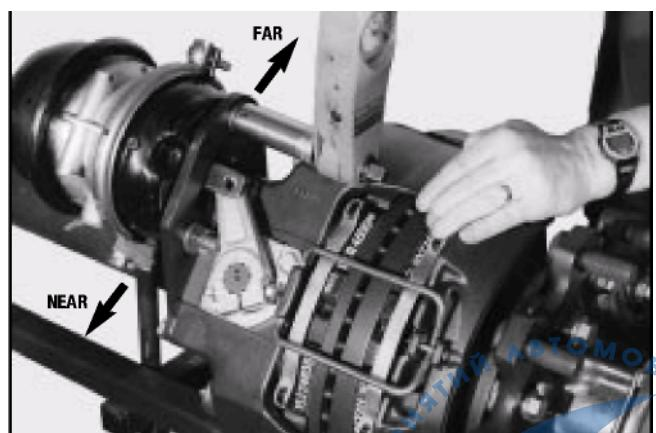

РИС. 24
- Прикрепите тормозную камеру к блоку суппорта. (Рис. 24). Затяните гайки тормозной камеры (с шайбами) до величины затяжного момента, указанной в таблице 2 (стр.12)